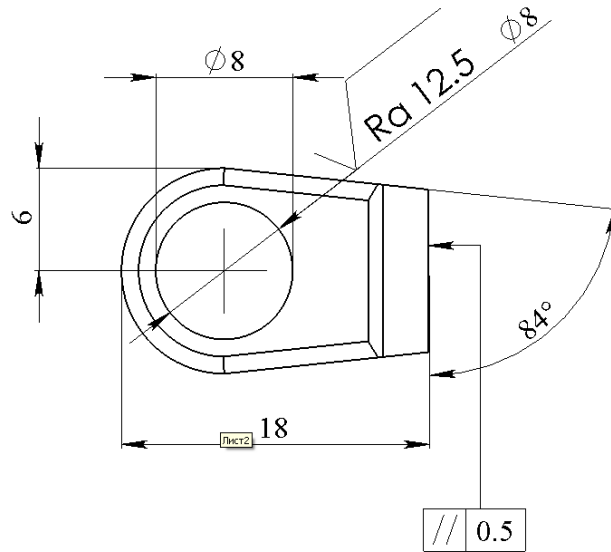

Рис. 20
2. Нажмите на маркер вращения размера и переместите указатель по часовой стрелке на  $90^\circ$ , так чтобы размер стал горизонтальным (рис. 20).